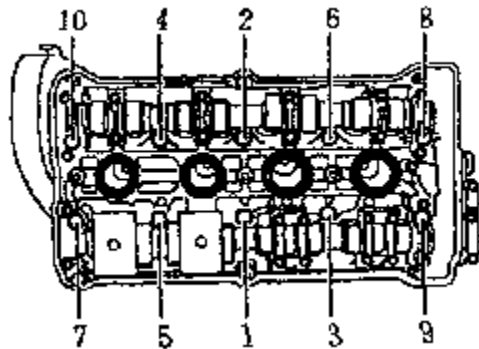

图 4-81 气缸盖螺栓拧紧顺序
(3) 将缸盖安放就位，插入缸盖螺栓，用手拧紧。按图 4-81 所示的顺序，分两步拧紧缸盖螺栓，第一次 $60\text{N}\cdot\text{m}$ ，第二次用刚性扳手再拧 $1/2$ 圈 (180°)。允许分两次再拧 $1/2$ 圈 ($2\times 90^\circ$)。